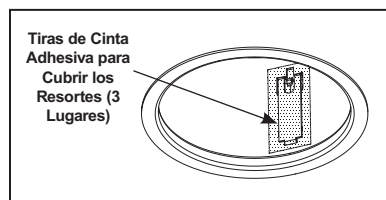

Figura 4
Paso 5. Para sellar la carcassa después de confirmar una operación correcta, aplique las tiras de cinta adhesiva proporcionadas para cubrir por completo cada uno de los clips de retención y las ranuras. No sustituya con otros materiales (Figura 4).